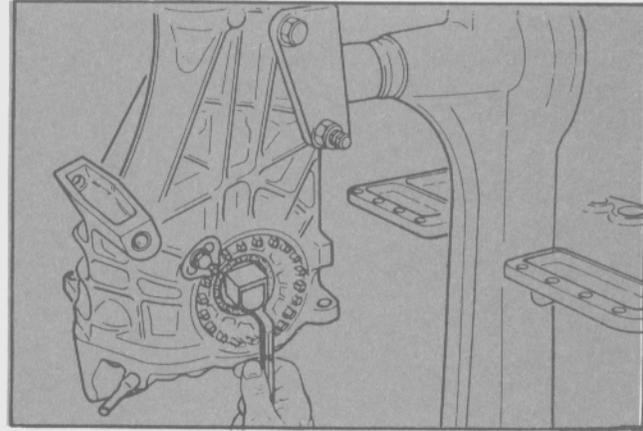

Fig. 17 - Extracción de los retenes del diferencial
- Retirar los retenes de aceite de la carcasa de los cojinetes del diferencial utilizando la herramienta especial T84G-4677-BAS (Fig. 17).